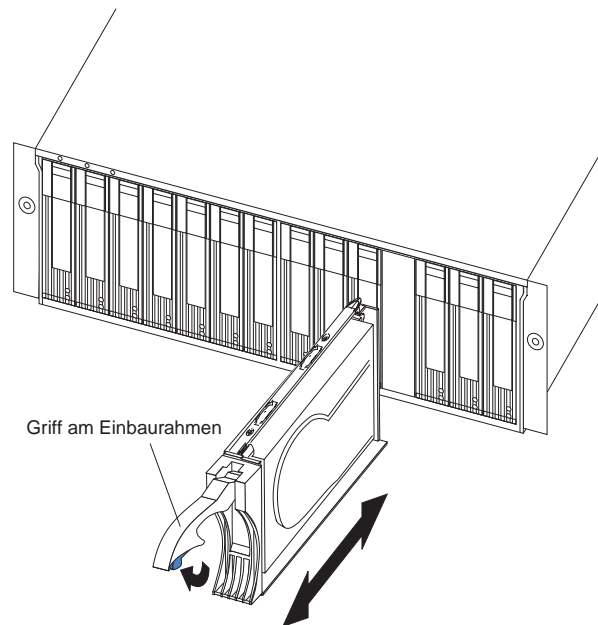

Abbildung 10. Laufwerke entfernen
3. Ziehen Sie den Griff am Einbaurahmen heraus, so dass er sich in der geöffneten Position befindet, und ziehen Sie das Laufwerk, wie in Abb. 10 dargestellt, aus der Position.